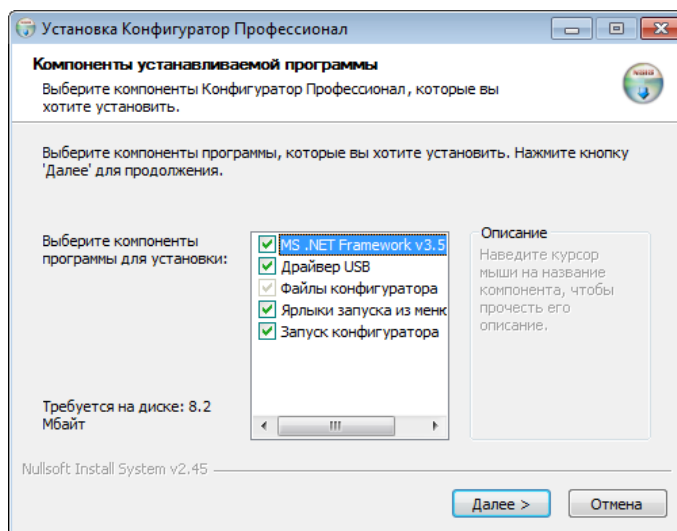

Рисунок 3.1 — Окно Компоненты устанавливаемой программы
4. В открывшемся окне оставьте установленными все флажки и нажмите кнопку  (см. рисунок 3.1).